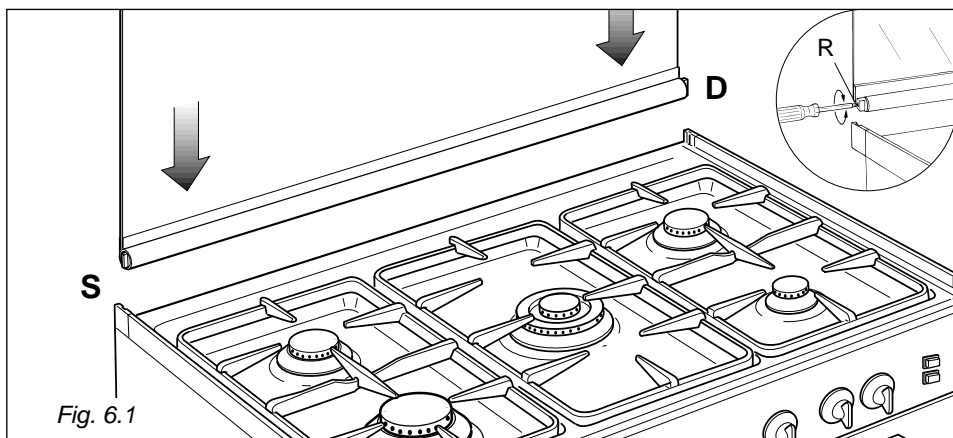

Fig. 6.1
- placer la charnière repérée "D" dans le logement de droite et la charnière repérée "S" dans le logement de gauche (fig. 6.1).
Il doit rester suspendu si ouvert à 45°. Eventuellement, régler le calibrage des ressorts des charnières à l'aide des vis (R) (fig. 6.1).